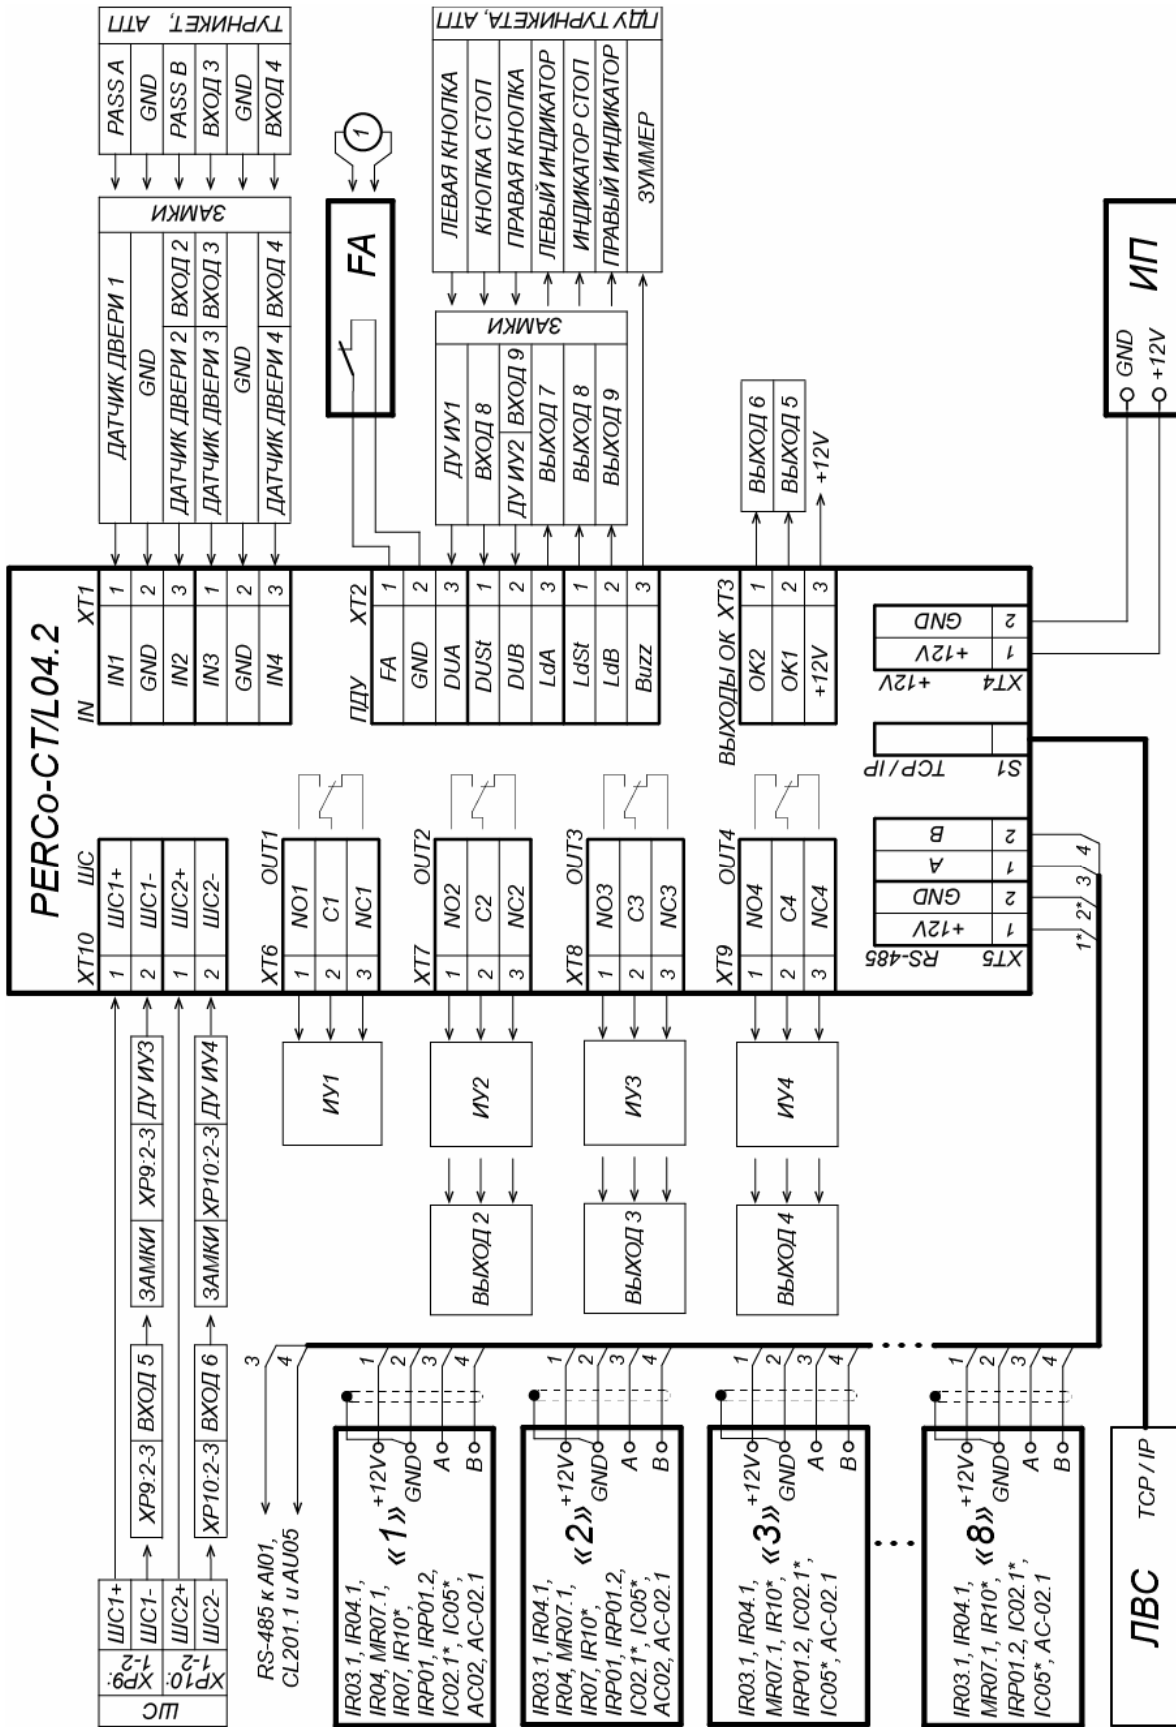

Рисунок 3. Общая схема подключений
При подключении к RS-485 руководствуйтесь инструкциями на подключаемые устройства и схемой, представленной на рис. 3. Для подключения линии связи RS-485 к контроллеру применяется кабель типа №2 (см. табл. 5).
Возможны следующие варианты подключения считывателей (см. рис. 3):
Подключение к контроллеру осуществляется согласно схемам, представленным на рис. 3 - 13. Используемые типы кабелей указаны в табл. 5. Расположение клеммных колодок на плате контроллера указано на рис. 1.
7. Установите ИП, подключите кабель от ИП к клеммной колодке **XT4** нижней платы контроллера согласно схеме, представленной на рис. 3.
2. Подключение замка производится к клеммным колодкам **XT6-XT9** нижней платы контроллера в соответствии со схемами подключения (см. рис. 3 - 5).
Аварийная разблокировка (аварийное открытие прохода) исполнительных устройств производится по команде устройства аварийной разблокировки (аварийного открытия прохода) Fire Alarm. Устройство Fire Alarm подключается к входу контроллера FA (контакты FA и GND клеммной колодки XT2, см. рис. 3, 5, 10). При отсутствии устройства Fire Alarm на вход должна быть установлена перемычка проводом (установлена при поставке). Параметры для сигнала FA указаны в разд. 5.5.2. При подаче управляющего сигнала на вход FA контроллер переводится в режим Fire Alarm. В этом режиме все подключенные ИУ разблокируются (открываются) для прохода в обоих направлениях. Другие команды управления при этом игнорируются.